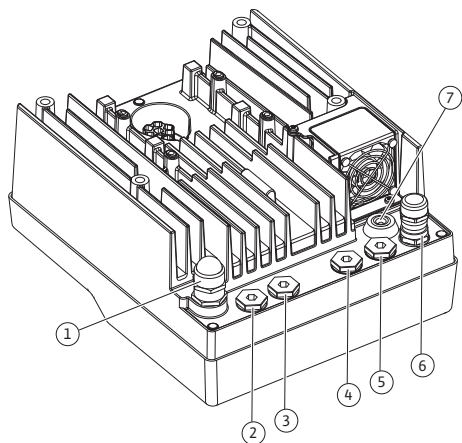

Fig. 18: Kabelske uvednice/kabelske provodnice
4. Priklučni kabel treba provesti kroz kablsku uvodnicu M25 (Fig. 18, poz. 1). Kablsku uvodnicu stegnite utvrđenim zakretnim momentom.